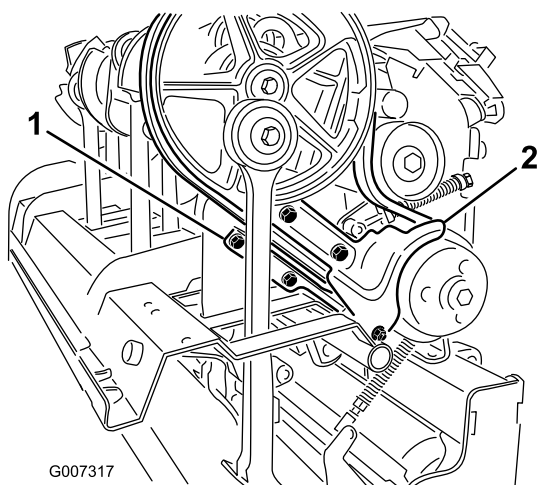

**Figura 31**
1. Togliete il coperchio della testa di carotatura posteriore (Figura 31).
2. Estraete i bulloni di fissaggio del carter puleggia e togliete il carter (Figura 31).